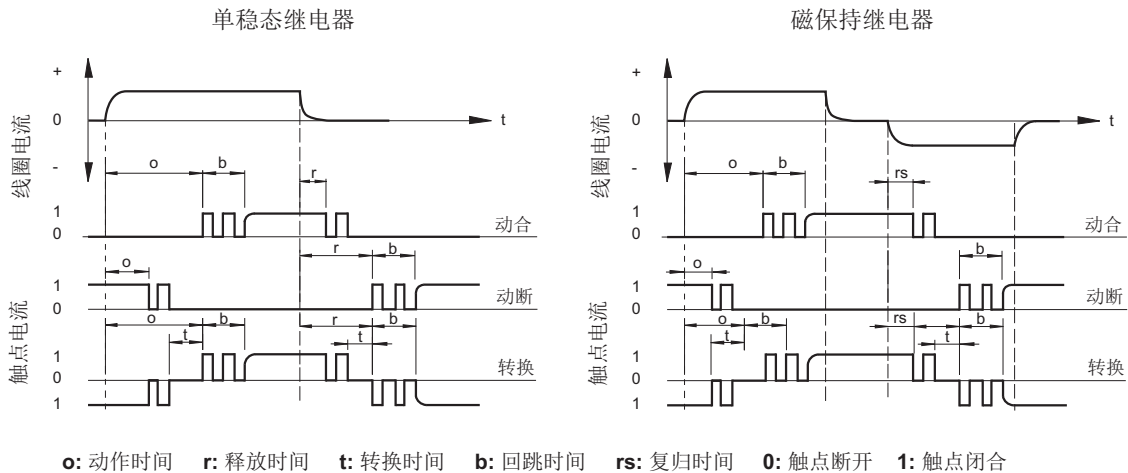

图 3
对于磁保持继电器，是指处于复归状态的继电器，从给线圈施加阶跃额定电压的瞬间起，到继电器的常开触点闭合瞬间为止的时间。参见图3。
2.5 复归时间：仅针对磁保持继电器，是指处于动作状态的继电器，从复归线圈施加额定电压的瞬间起，到继电器的常闭触点闭合瞬间为止的时间。参见图3。
2.6 回跳时间：一般指从触点闭合瞬间到稳定闭合为止的时间，一般以“ms”表示。参见图3。